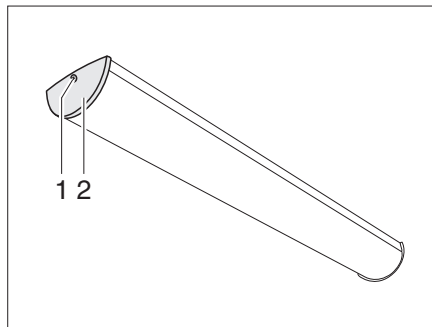

Bild 296 Wohnraumleuchte
- Schraube (Bild 296,1) herausdrehen und Abdeckung (Bild 296,2) abnehmen.